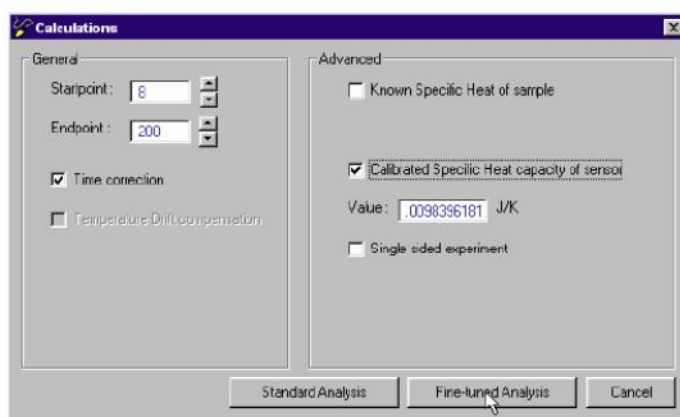

图 12
测试过程中, Hot Disk 探头被放置在两块平展的样品中间(图12)。这项技术的理论是假定探头放置在一个无限大的样品中进行的。基于此, 被测样品应该有足够大的尺寸来保证测试的有效性。定义样品尺寸的一个简单方法是根据探测深度。有关两块样品平展面(与探头接触面), 样品表面的粗糙度应该与探头圆盘半径接近或者是更小。根据此测试平均粒度为 3mm 的粉末样品的热传导性质需要探头的半径为 30mm , 对于高密度样品, 最好应该事先使用砂轮机或据条对样品进行处理。
(10) 选择“Calculations”，然后出现图12